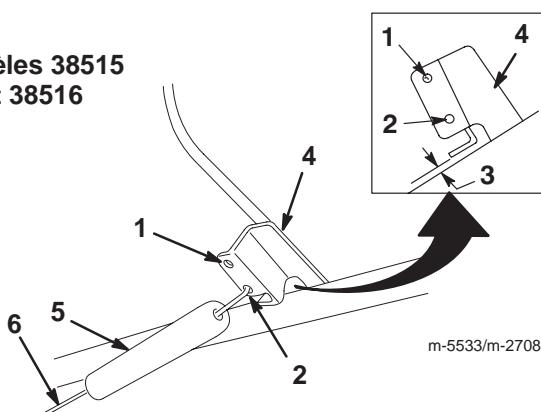
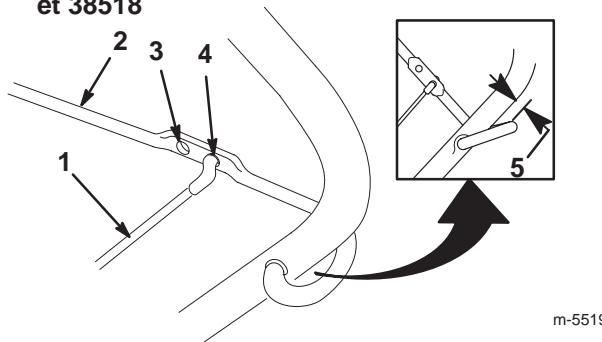
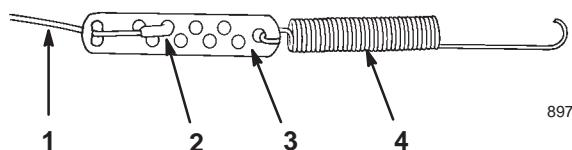

Figure 16
Figure 17
Figure 18
2. Rapprochez la barre de commande du mancheron pour tendre le câble, comme indiqué à la Figure 16 (pour les modèles 38515 et 38516) ou la Figure 17 (pour les modèles 38517 et 38518).
1. Décrochez le ressort de la barre de commande (Fig. 16).
2. Otez la protection du ressort et du dispositif de réglage du câble (Fig. 18).
3. Décrochez le raccord en Z du dispositif de réglage (Fig. 18) et replacez-le dans un trou supérieur ou inférieur du dispositif de réglage de manière à obtenir l'écartement voulu de 2 à 3 mm (1/16 à 1/8 pouce) entre la barre de commande et le mancheron (Fig. 16).
- Décrochez l'extrémité supérieure du câble du trou de la barre de commande (Fig. 17).
- Décrochez le raccord en Z du dispositif de réglage (Fig. 18) et replacez-le dans un trou supérieur ou inférieur du dispositif de réglage de manière à obtenir l'écartement voulu de 2 à 3 mm (1/16 à 1/8 pouce) entre la barre de commande et le manchon (Fig. NO TAG).
La courroie d' entraînement s'use et se détend avec le temps. Une courroie mal tendue peut glisser et réduire les performances de la machine si elle est très chargée. La courroie peut glisser après deux à trois saisons de service normal (10 à 15 heures). Si la courroie d' entraînement glisse (elle émet un grincement continu) quand la machine est très chargée, augmentez la tension en accrochant le ressort dans le trou supérieur de la barre de commande (Fig. 16 ou Fig. 17).